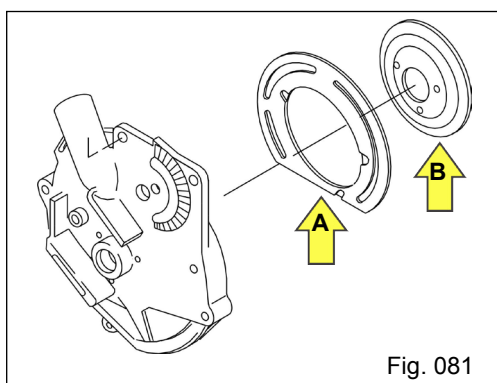

Fig. 081
- **Corpo** (Fig. 081): que por sua vez é composto de Inserto de apoio do disco e prato de fixação do inserto.